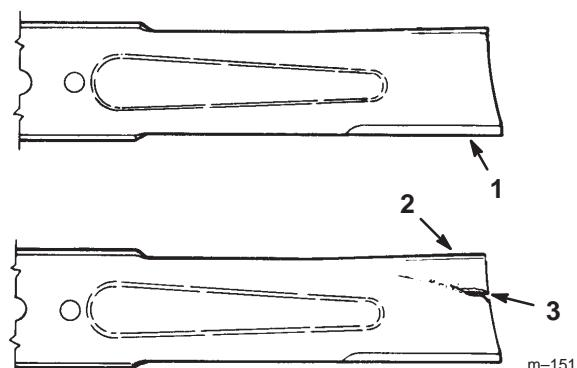

Figure 35
1. Inspectez les tranchants des lames (Fig. 35). Si les lames ne sont pas tranchantes ou si elles présentent des indentations, déposez-les et aiguisez-les (voir Aiguisage des lames, page 35).
2. Inspectez les lames, surtout la partie incurvée (Fig. 35). Remplacez immédiatement toute lame endommagée, usée ou qui présente une entaille (repère 3 de la Fig. 35).